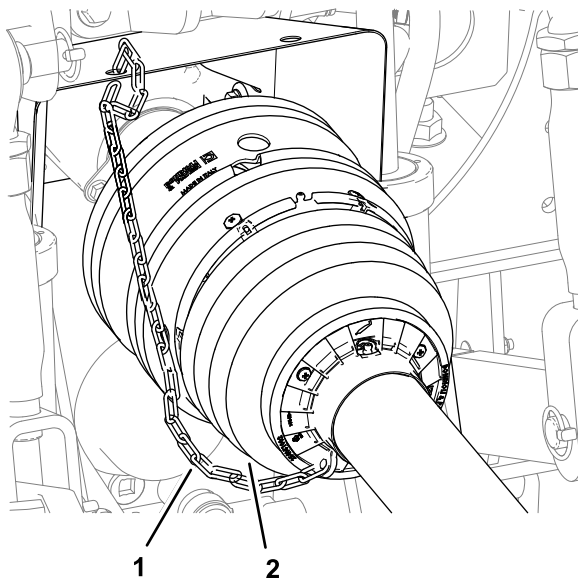

図 32
- 拘束チェーンを牽引車両の動かない部分につなぐ 図 32。